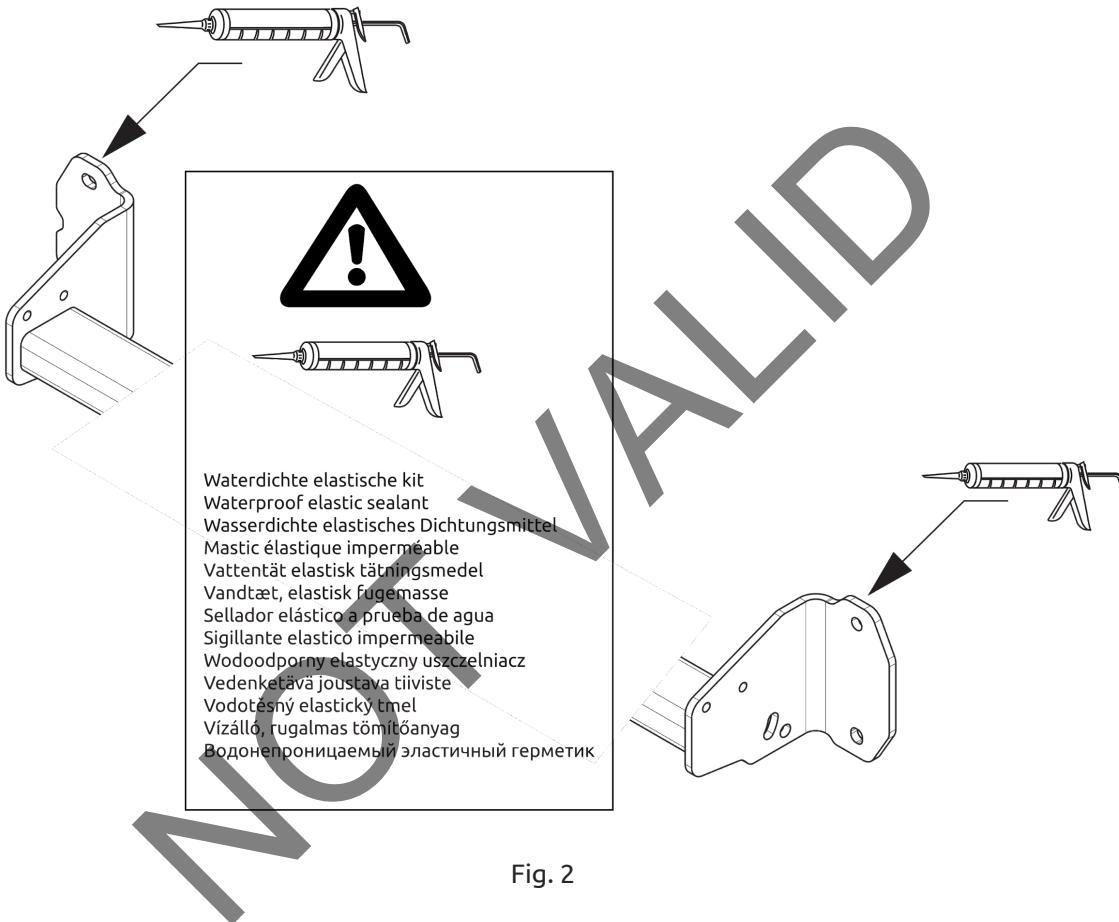

Fig. 2
- Герметизировать обозначенные части (см. рис. 2)